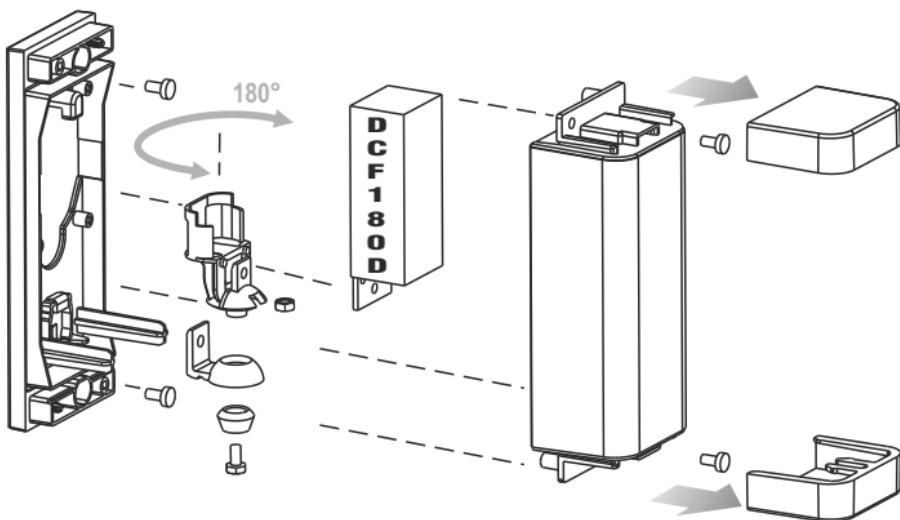

FIG. 1
Effettuare i collegamenti come in **Fig. 1 (RX)** **Fig. 2 (TX)**. Fissare la fotocellula e alimentarla con tensione compresa tra 12 e 24 Vac-dc. Coprire la fotocellula con il frontale e fissare quest'ultimo con le viti in dotazione. Interrrompere il raggio più volte verificando la corretta risposta del relè.
Make connections as shown in **Fig. 1 (RX)** **Fig. 2 (TX)**. Secure and power the photocell 12 - 24 Vac-dc. Cover the photocell with the front part and secure with the screws provided. Pass across the photocell range several times, to check relay response.